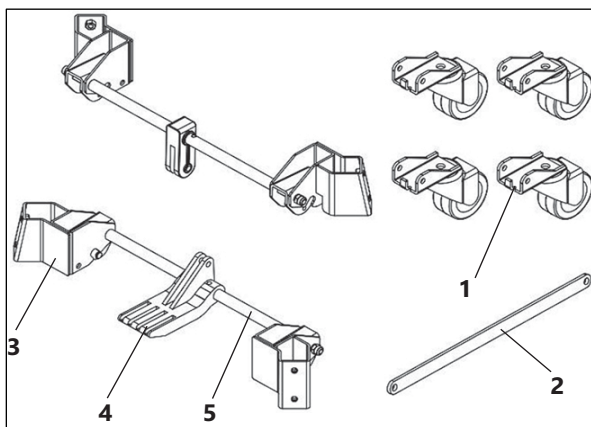

Рисунок 4.
- Снимите упаковочный материал с роликов 1, соединительной пластины 2 и с опор роликов, (рис. 4).